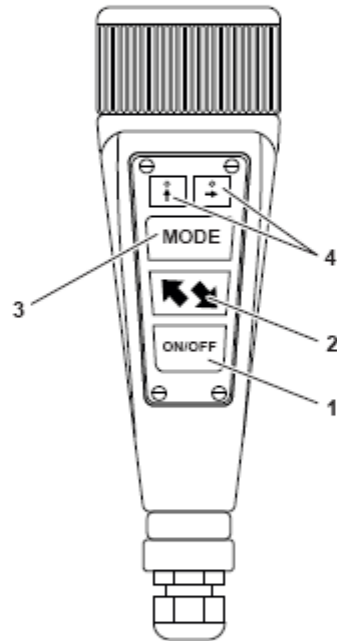

Fig. 9
3.3.2 Använda lampan med säkerhetstestet avstängd (Fig. 9)
Säkerhetstest för kontrollpanel med platta för tryckknapp (Fig. 9)